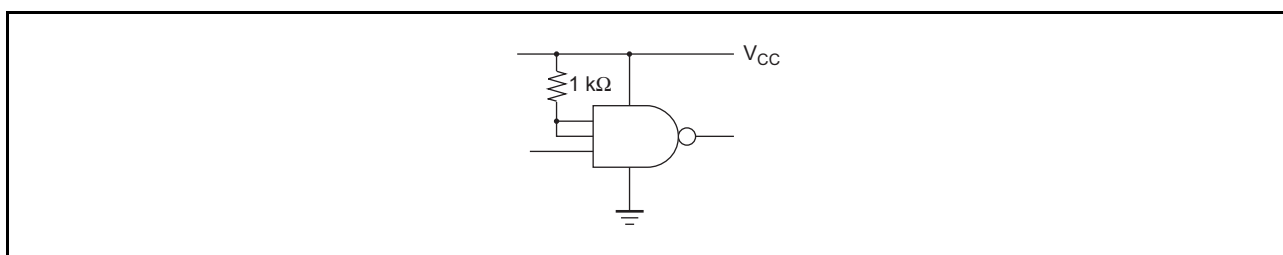

图 1
- (1) 将不用的引脚通过适当的电阻连接到  $V_{CC}$ （图 1）